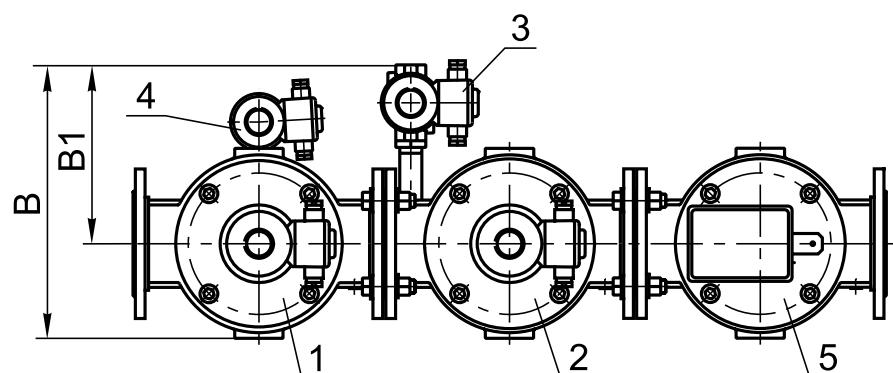

Рис. 23-66
Клапан свечи безопасности может располагаться справа по ходу газа (рис. 23-65) или слева (рис. 23-66).
* Габаритный размер «B» (ширина) приведен для правого исполнения блоков (рис. 23-65). Для левого исполнения блоков (рис. 23-66) данный размер необходимо уменьшить на 75 мм.